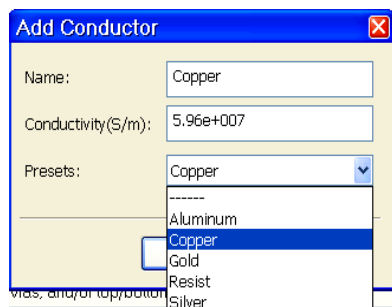

Рис. 6.96
- На вкладке **Material Defs** в области **Dielectric Definitions** для диэлектрического слоя **Diel_1** введите **Er=10.5**, **TanD=0.0001**. Для области **Conductor Definitions** щёлкните мышкой по кнопке **Add**, чтобы добавить материал проводника. Откроется дополнительное диалоговое окно **Add Conductor** (рис. 6.96). В поле **Name** нужно ввести имя материала проводника, а в поле **Conductivity(S/m)** его проводимость. Или можно вы-